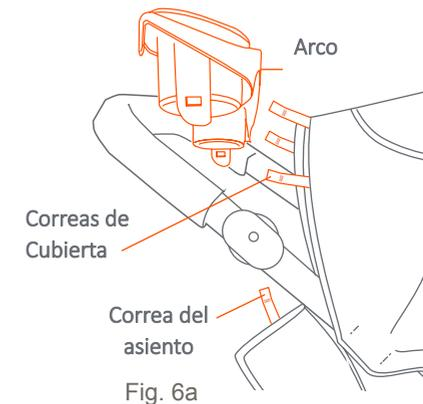

Fig. 6a
(1) Cara a la bandeja con el lado prominente del arco hacia el dosel. Ubique las tres correas en la cubierta de sujeción (Fig. 6a).